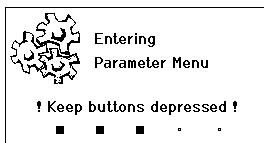

Fig. 11
1. Hold tasterne **4** og **1** eller **4** og **2** nede samtidigt. Mens apparatet skifter til parametermenuen, vises følgende henvisningstekst på displayet (se også fig. 11). „Skift til parametermenu“ „Hold taster nede“.